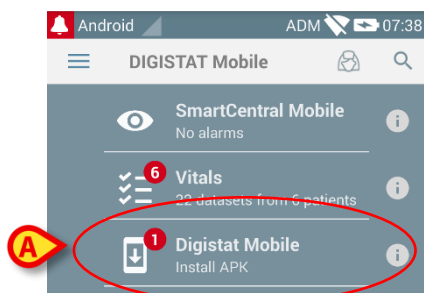

Fig 15
- Berør på linjen angivet i Fig 15 **A**.